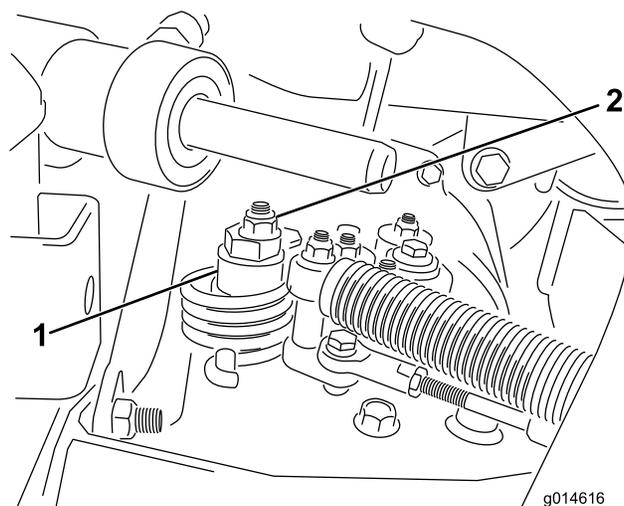

図 47
- A. 偏芯ナットをハイドロスタット上部に止めているナットをゆるめる (図 47)。
- C. どちらにも車輪が回らないように偏芯ナットを回して調整する。調整ができれば固定ナットを締める (図 47)。スロットル SLOW および FAST 位置で調整が正しいことを確認する。